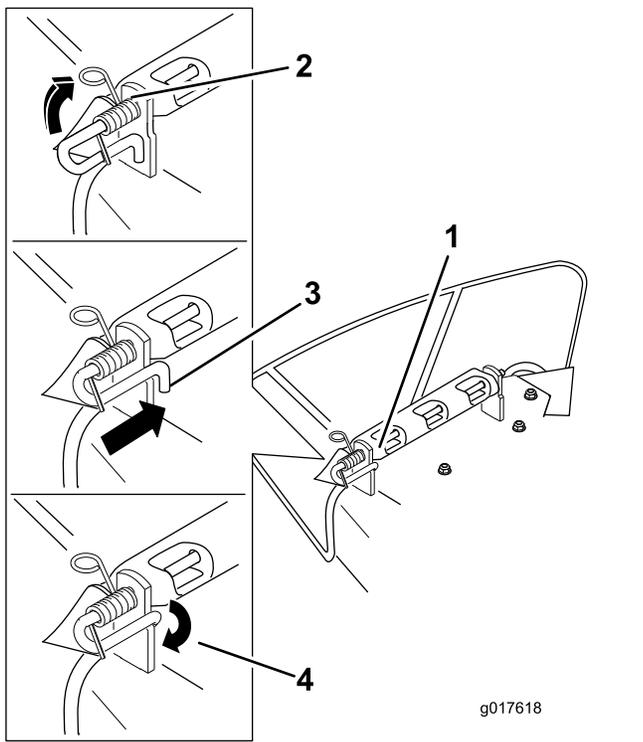

図 63
2. 新しいデフレクタを 図 63 のように、デッキのブラケットの両端にセットする。
4. スプリングのもう一方の端部を、デフレクタブラケットのノッチに引っ掛ける 図 63。